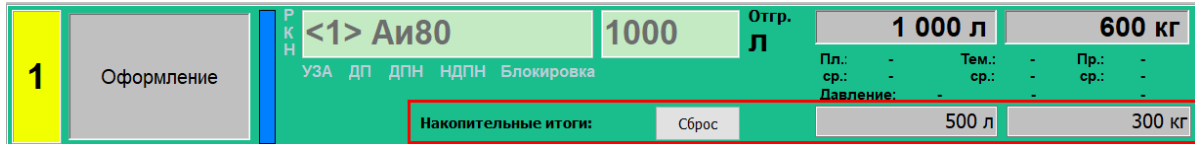

Рисунок 11. Накопительные итоги.
- **Накопительные итоги** – текстовые поля, содержащие значения суммарного количества отпущенного или принятого топлива через данный стояк налива с начала смены или последнего нажатия кнопки [Сброс] (рисунок 11). Данные параметры отображаются, если в разделе "Параметры системы стояков" режима "Настройки" включена настройка "Отображать дополнительные параметры выполнения заказа";